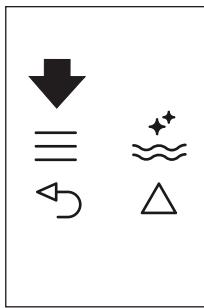
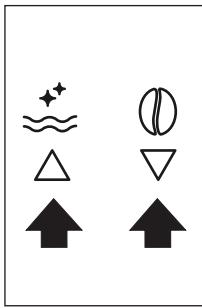

Fig. 22
Fig. 9
- ▶ Pulse el icono ≡ (B2) para entrar en el menú (Fig. 22), luego pulse los iconos △ ▽ (B7) y (B8) (Fig. 9) hasta que aparezca el mensaje "PROGRAM CAPPUCINO" (programar cappuccino).